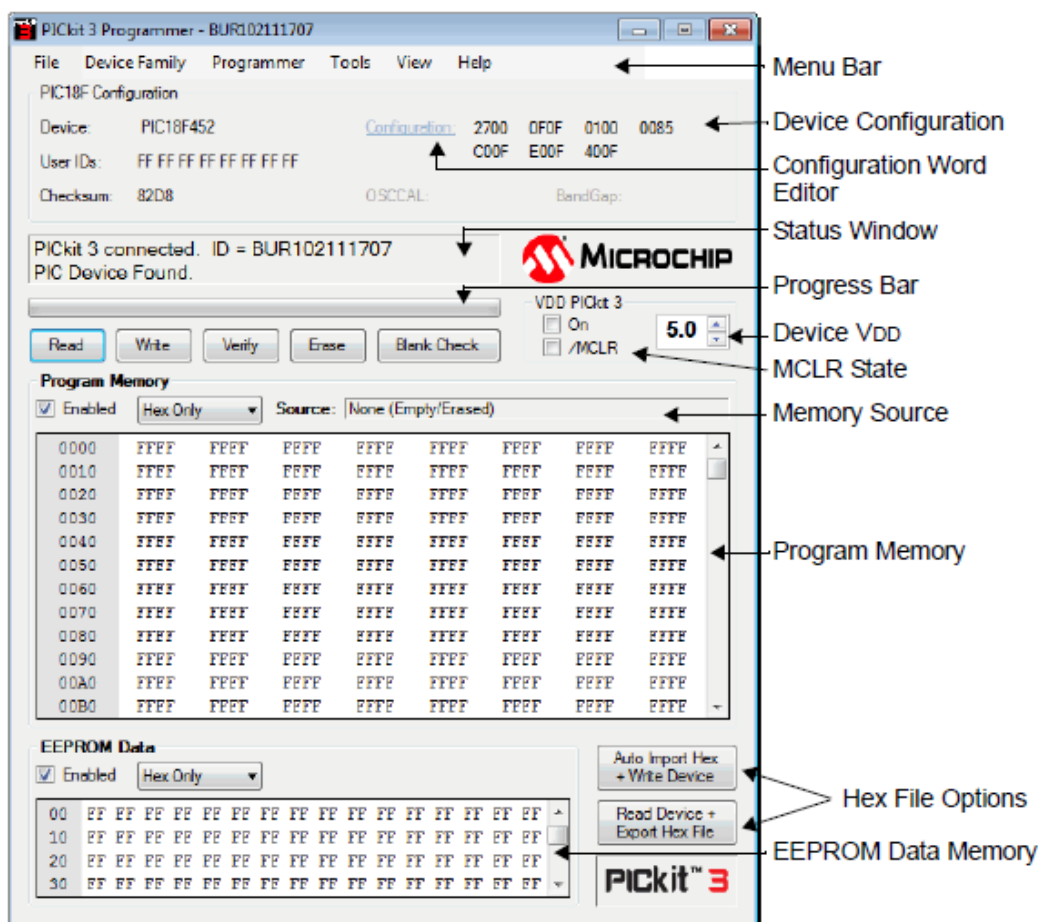

Рис. 4. Окно программатора PICkit3 Programmer
- 3.4. Запустите программу PICkit3 Programmer (рис. 4.). Должно появиться сообщение “PICkit3 connected” программатор должен опознать контроллер “Device - PIC16F887”/